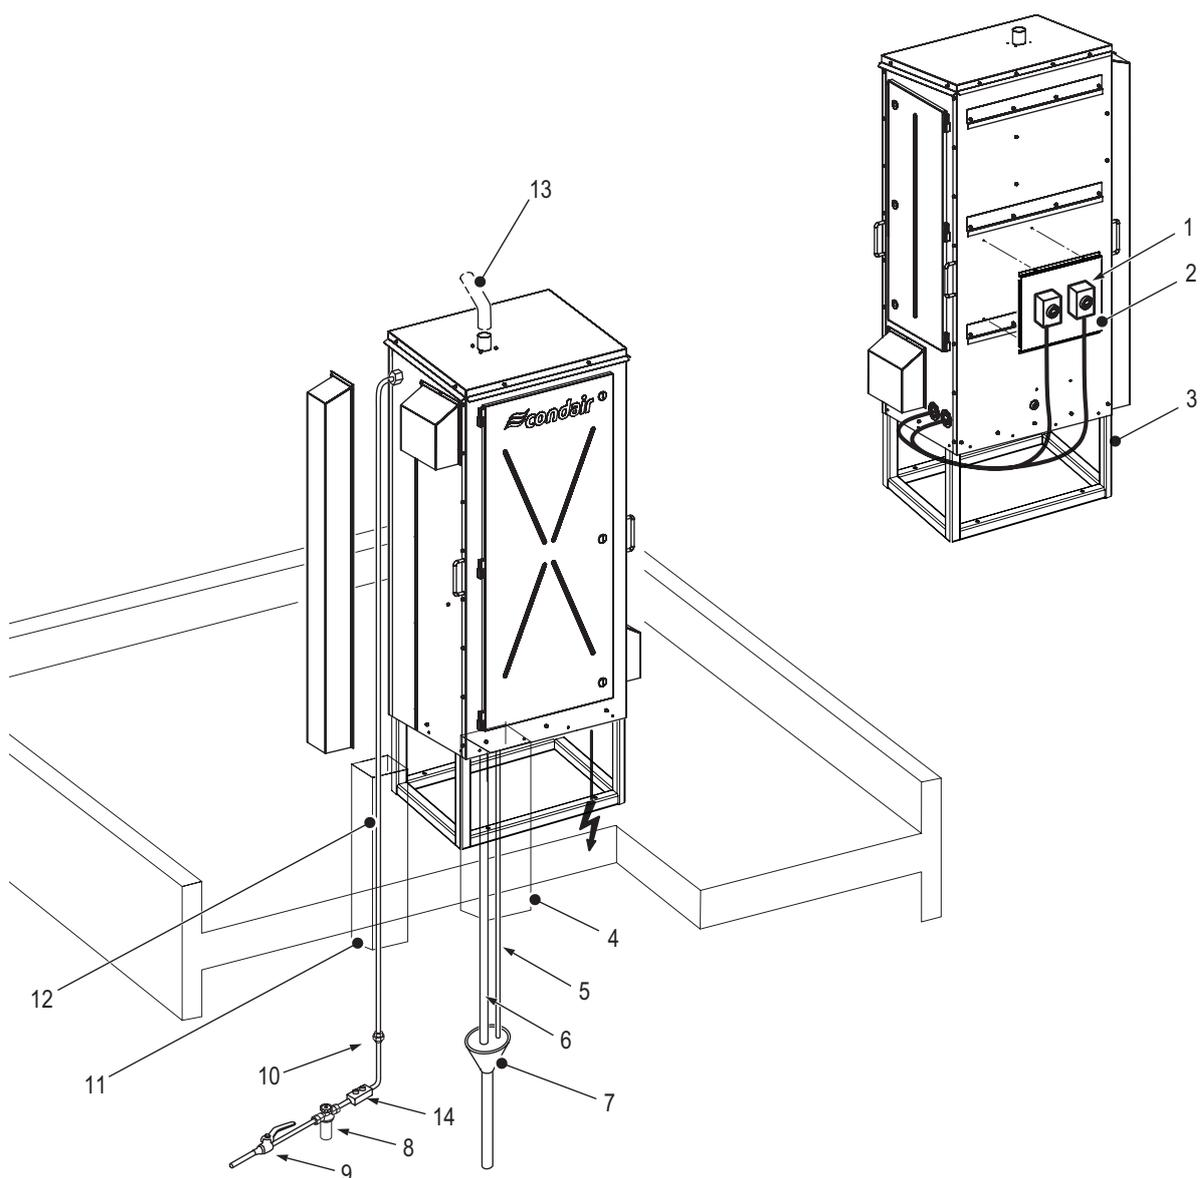

Fig. 6: Installazione tipica sull'apposito rack (in figura è rappresentato l'apparecchio di medie dimensioni)
- su un rack di montaggio, vedere Fig. 6 nel Capitolo 5.2.2.
- Nota 4:** L'imbuto di scarico deve trovarsi all'interno dell'edificio (soluzione consigliata), come mostrato in Fig. 6. Esso dovrebbe inoltre essere collegato ad uno scarico separato (soluzione consigliata) della capacità di 30 L/min per ogni cilindro del vapore per un'unità EL-OC e per un'unità RS-OC. Il tubo di scarico in uscita dall'imbuto deve presentare un diametro interno di almeno 40 mm. I tubi di scarico che entrano nell'imbuto non devono toccare i lati o il fondo dell'imbuto stesso. In caso di unità di grandi dimensioni, per le linee di scarico, per ogni cilindro devono essere utilizzati imbuti di scarico separati.